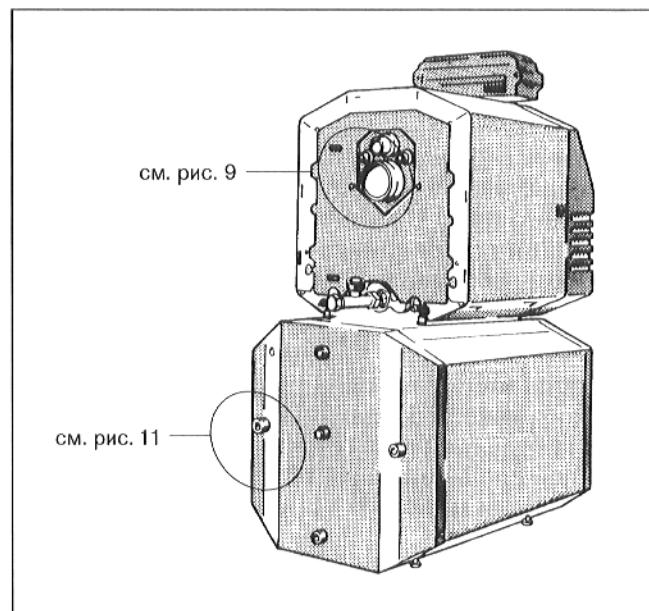
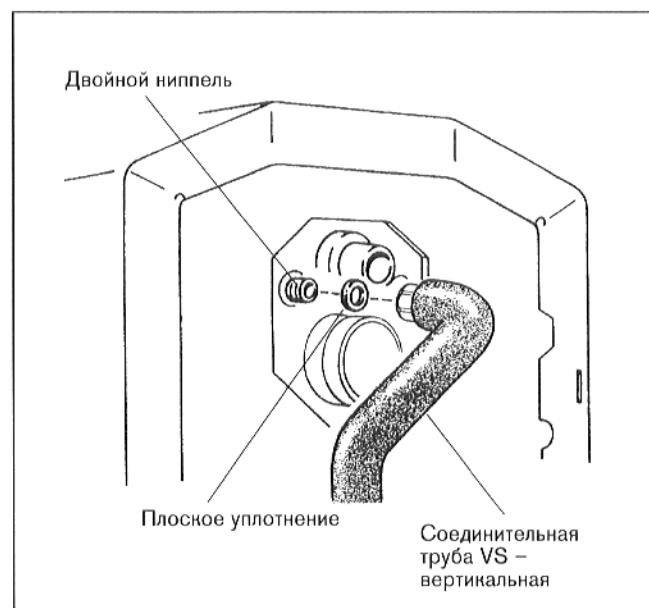
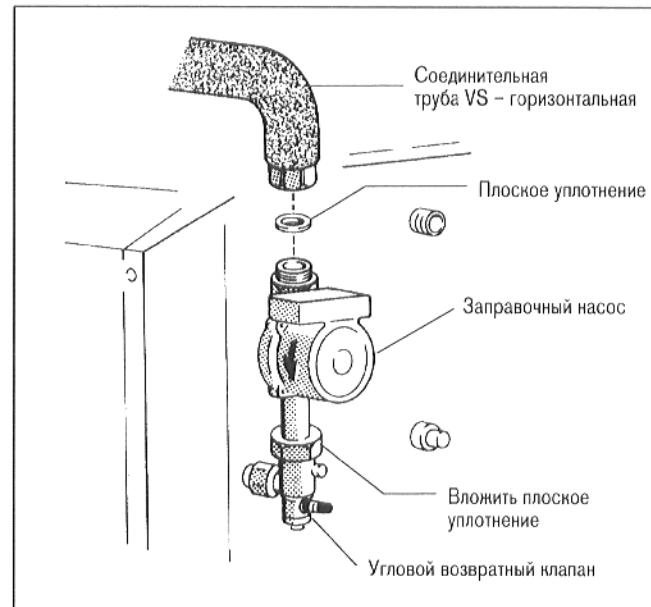

Рис. 8
Рис. 9
Рис. 11
- Вложить о-образное кольцо 35 x 3 в паз двойного ниппеля (рис. 8 и рис. 9).
- Ввинтить, соответственно рис. 8 и рис. 9, двойной ниппель в отверстие для подключения подводящей линии бойлера у котла.
- Вложить плоское уплотнение в накидную гайку у короткого ответвления двухкратно изогнутой соединительной трубы подводящей линии бойлера VS. Затем привинтить трубу двойным ниппелем к отверстию подключения котла, выровнить при этом длинное ответвление так, чтобы оно показывало вертикально вниз (рис. 9).
- Вложить плоское уплотнение в накидную гайку углового возвратного клапана и привинтить угловой возвратный клапан к подводящей линии бойлера (рис. 8 и рис. 11).
- Вложить плоское уплотнение для заправочного насоса бойлера ($\varnothing 44 \times 28 \times 2$) в верхнюю накидную гайку углового возвратного клапана и привинтить заправочный насос бойлера к угловому возвратному клапану. Направление подачи должно показывать вниз (рис. 8 и рис. 11).
- Вложить второе плоское уплотнение для заправочного насоса бойлера ($\varnothing 44 \times 28 \times 2$) в накидную гайку у короткого ответвления горизонтальной соединительной трубы VS и привинтить соединительную трубу VS к насосу (рис. 8 и рис. 11).